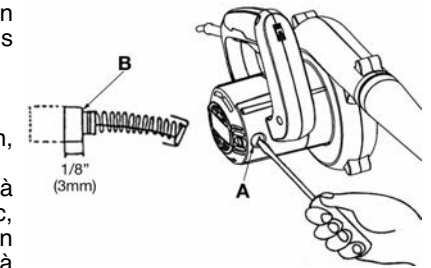

Figure 6
2. À l'aide d'un tournevis à tête plate, retirez le couvercle de la brosse de carbone (A) Fig.6, démonter et inspecter. Répétez l'étape pour la brosse de carbone sur le côté opposé.